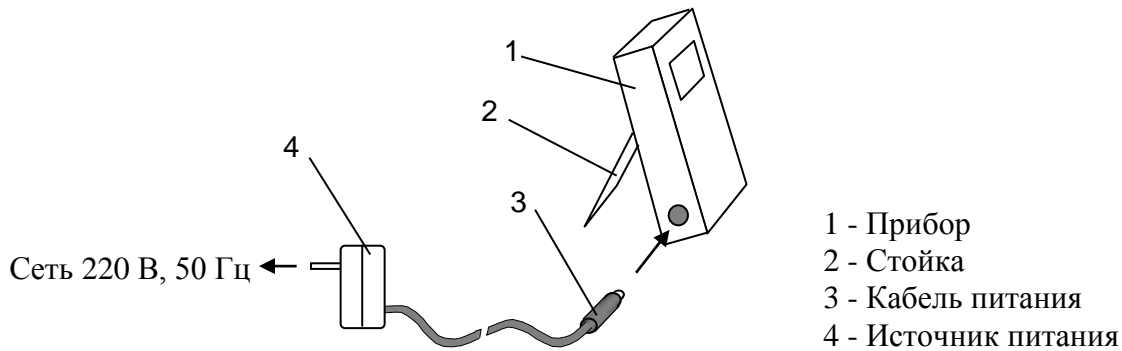

Рисунок 10 - Рабочее положение прибора
3.1 Установить в отсек на задней панели прибора батареи гальванических элементов. Соединить разъем источника питания из комплекта поставки с разъемом ИСТОЧНИКА ПИТАНИЯ прибора так, чтобы штифт на разъеме источника питания вошел в углубление на разъеме прибора (рис. 10). Подключить источник питания к сети 220 В. После этого включается подсветка табло прибора.
3.2 Привести прибор в рабочее положение – откинуть стойку и установить на ровную плоскую поверхность (рис. 10). Допускается устанавливать прибор без откидывания стойки (рис. 5) а, также использовать без установки на плоскую поверхность, держа в руках.